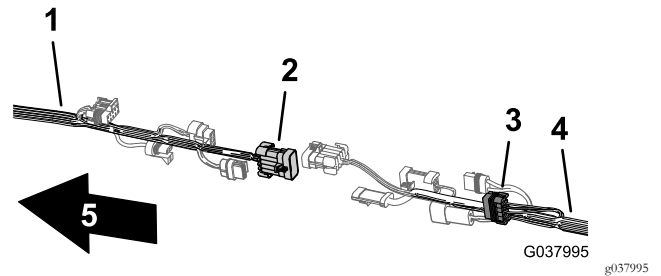

Figura 110
6. Ligue o conector de 10 pinos da cablagem dianteira para a interligação da cablagem do pulverizador no conector de 10 tomadas da cablagem traseira para a interligação da cablagem do pulverizador (Figura 110).